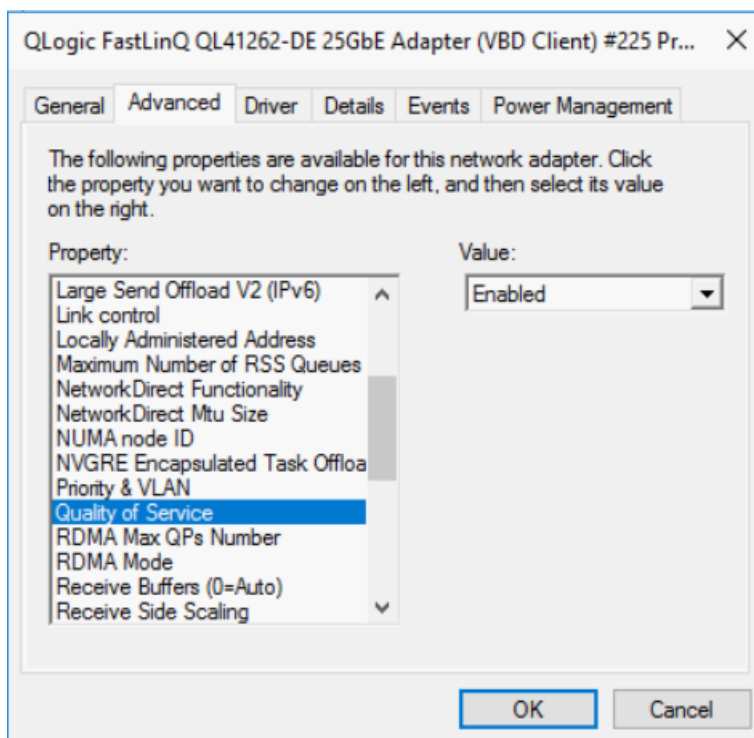

Ilustración 15-11. Propiedades avanzadas: Activación de QoS
- a. En la página **Advanced** (Avanzado) de las propiedades del adaptador (Ilustración 15-11) en **Property** (Propiedad), seleccione **Quality of Service** (Calidad de servicio) y después establezca el valor en **Enabled** (Activado).